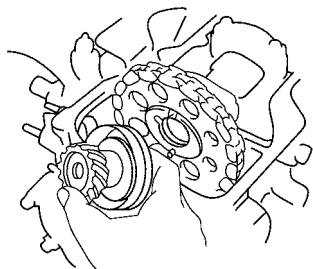

图 1-9 拆下驱动齿轮和凸轮
3) 拆下分电器驱动齿轮和输油泵驱动凸轮, 如图 1-9 所示。